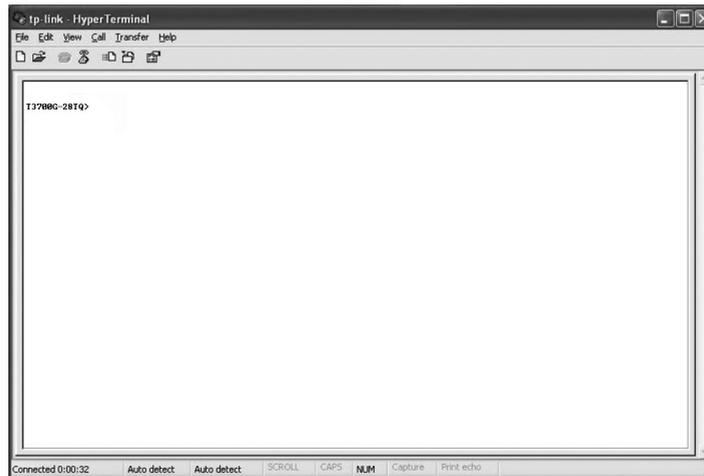

Figura 6-8 Login no switch
6. Digite o Nome de usuário e Senha na janela do Hiper Terminal (o valor padrão de fábrica para ambos é admin). O prompt do DOS "T3700G-28TQ>" será exibido após pressionar a tecla Enter, conforme mostrado na Figura 6-8. Isso indica que você pode usar a CLI agora.